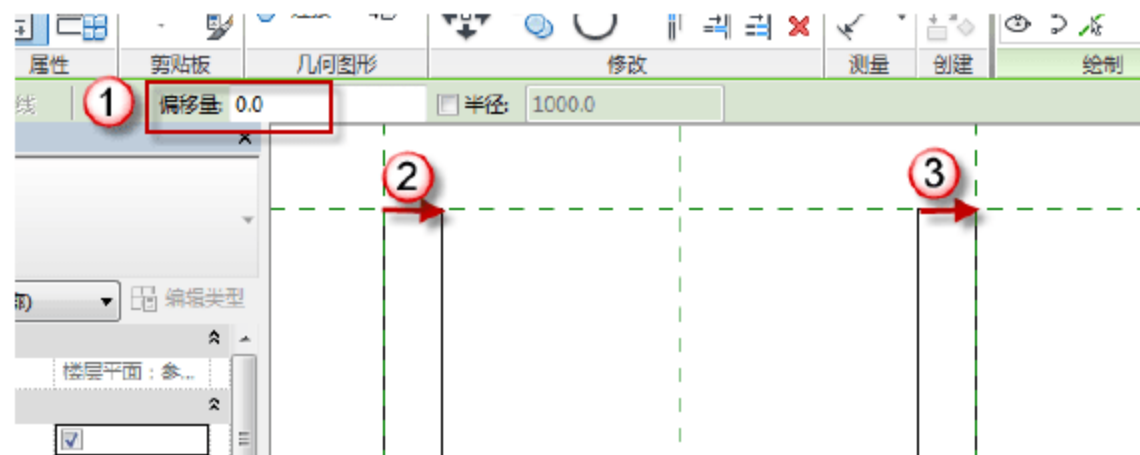

图 9.2.65 完成绘制“200mm 宽地沟”
- (22) 完成绘制“200mm 宽地沟”。在“偏移量”后将“20”改为“0”，然后绘制直线，将地沟的轮廓闭合，如图 9.2.65 所示。